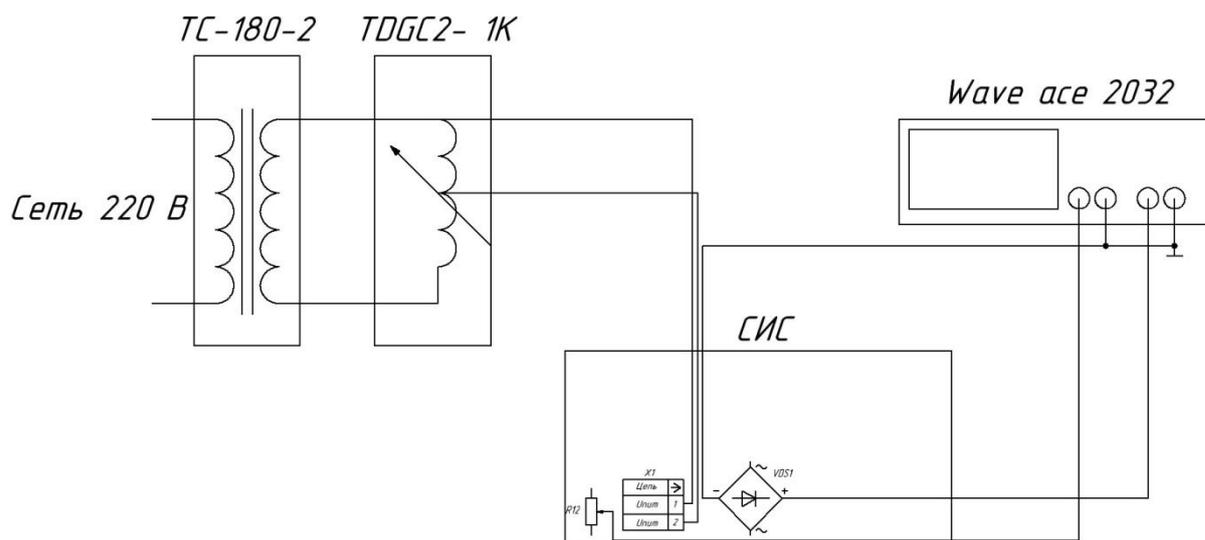

Рисунок 5 – Схема электрическая установки для измерения формы потребляемого тока
Схема электрическая установки для измерения формы потребляемого тока приведена на рис.5.
3. Собрать схему электрическую установки в соответствии с рис.5.